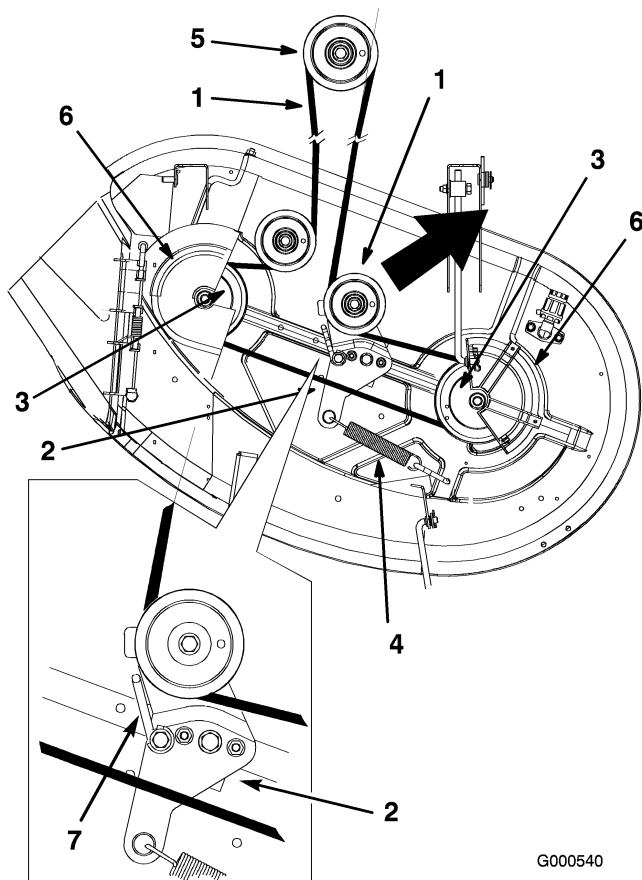

Bild 51
4. Nehmen Sie die Riemenabdeckung über die äußeren Spindeln ab und lösen Sie die Riemenführung (Bild 51).
- Ziehen Sie die Spannscheibe in die in Bild 51 angegebene Richtung und rollen den Riemen von den Scheiben ab.
- Legen Sie den neuen Riemen um die Motor- und Mähwerkspannscheiben (Bild 51).
- Ziehen Sie die Spannscheibe in die in Bild 51 angegebene Richtung und verlegen den Riemen um die andere Spannscheibe (Bild 51).
- Drehen Sie die Riemenführung auf dem Spannarm zur Riemenscheibe, bis sie stoppt (Bild 51).
- Ziehen Sie die Riemenführungsschraube fest (Bild 51).